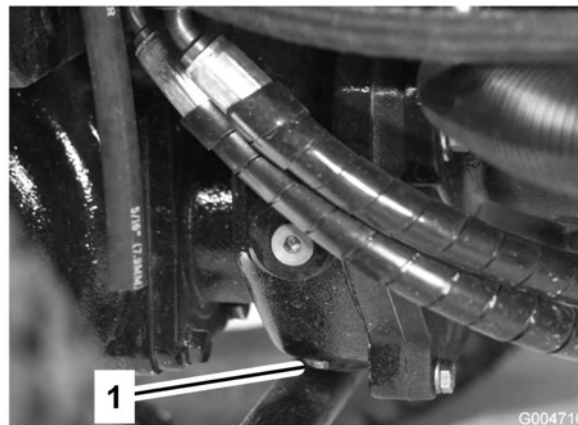

Figura 61
5. Limpe a zona em redor do tampão de escoamento no fundo da caixa de engrenagens (Figura 61).